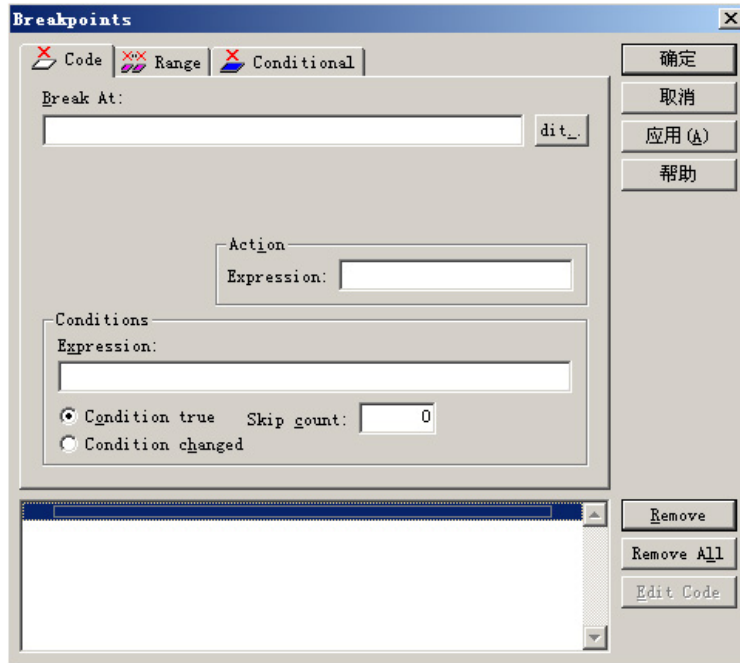
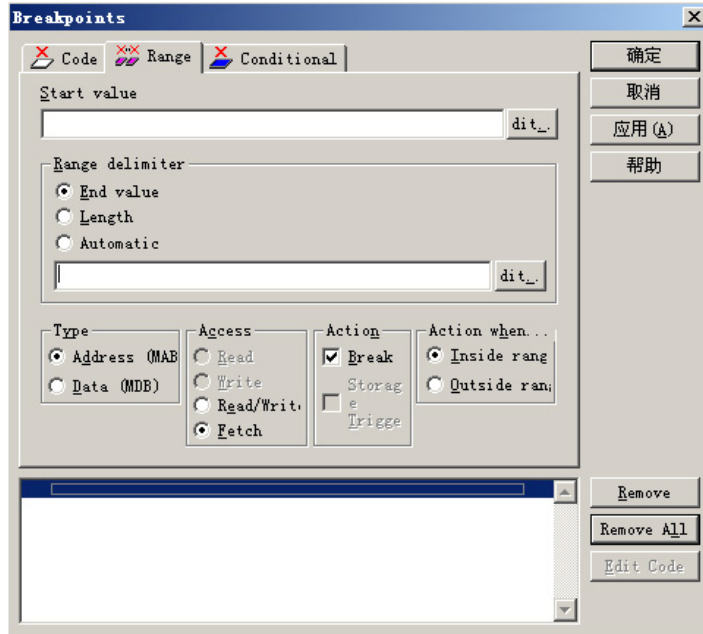
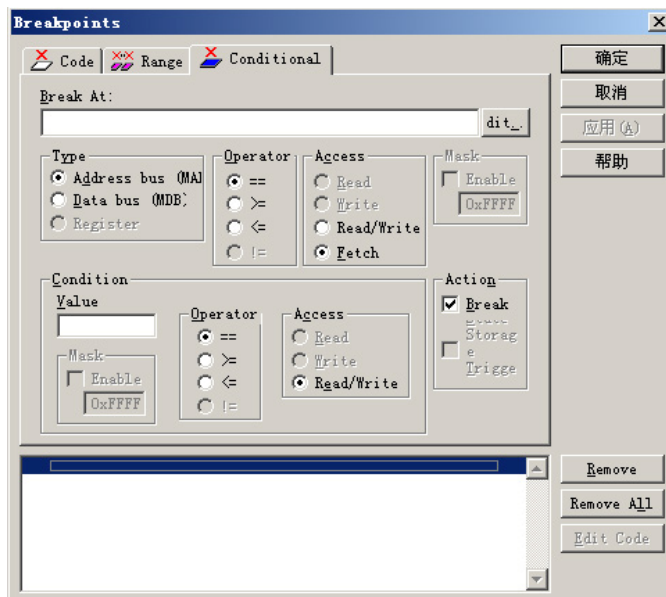

图 3-11 程序断点对话框
图 3-12 数据断点对话框
图 3-13 条件断点对话框
打开断点对话框，对话框是分页的。图 3-11 所示为设置程序断点对话框，图 3-12 所示为设置数据断点对话框，图 3-13 所示为设置条件断点对话框，条件断点的范围比较广，包含了程序断点和数据断点。
(1) 程序断点对话框 图 3-11 程序断点对话框中的 Conditions 下的 Expression 文本框中可以填充一表达式作为触发断点的另一条件，满足触发断点条件的方式有以下 3 种：
(2) 数据断点对话框 图 3-12 所示的数据断点对话框设置的数据断点可以是针对变量、数组、结构或者一段地址范围内的数据，其中任何数据的改变如果满足了触发条件都会触发断点。触发条件如下：
- **Start value** 起始地址。在图 3-12 中单击 Edit 按钮(图中显示为 dit 按钮)，出现 Enter Location 对话框，填充断点位置。如果要为变量、数组、结构设置断点，则在 Expression 中填充名称。如果要设置一段地址范围，则填充起始地址。
- **End value** 结束地址，用十六进制格式填充。或者按在图 3-12 中单击 Edit 按钮，通过 Enter Location 对话框填充。
- **Length** 地址范围的长度，用十六进制格式填充。或者在图 3-12 中单击 Edit 按钮，通过 Enter Location 对话框填充。
(3) 条件断点对话框比较复杂，如图 3-13 所示。下面对触发条件进行解释：